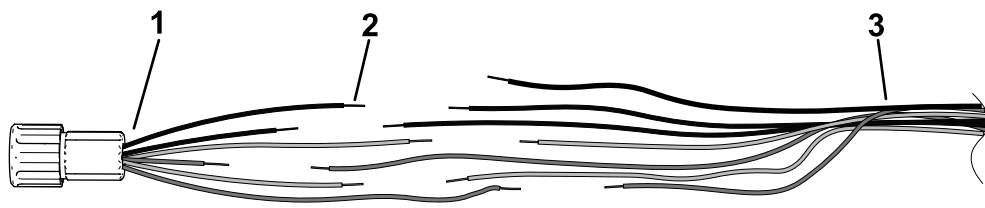

Figure 5
2. Décalez légèrement les fils du faisceau pour éviter que les épissures se trouvent en un seul point ou une seule section du faisceau ; voir Figure 5.
3. Coupez les fils de l'adaptateur de rechange à la longueur correcte (Figure 5).
4. Dénudez les 6 fils de l'adaptateur et les 7 fils du faisceau sur environ 9,5 mm (Figure 5).